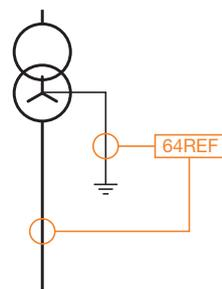

Fig. 99. Protección de fallo a tierra limitado.
- Protección de fallo a tierra limitado (ANSI 64REF) si el neutro del sistema eléctrico aguas abajo está conectado a tierra en el transformador (fig. 99). Ésta es una función de protección diferencial que detecta la diferencia entre corrientes residuales medidas en el punto de puesta a tierra del neutro y la salida trifásica del transformador.